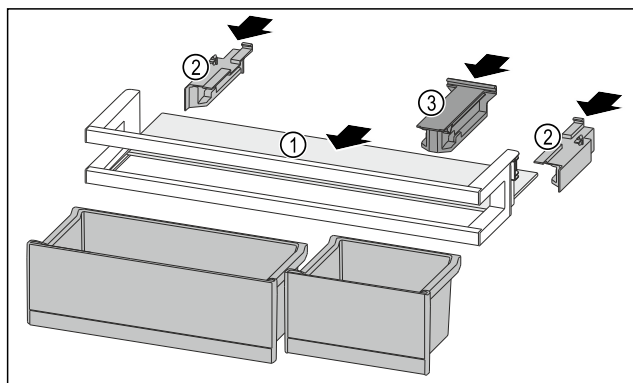

Fig. 171
- ▶ 将搁板 Fig. 171 (1) 推入侧面凹槽。
- ▶ 插入侧面部分 Fig. 171 (2)。
- ▶ 插入定位件 Fig. 171 (3)。